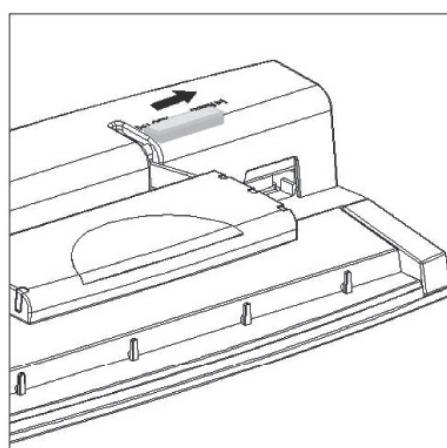

fig. 2
- Abaisser la manette de perforation et manœuvrer le poussoir d'arrêt vers la droite (cf. figure 2).